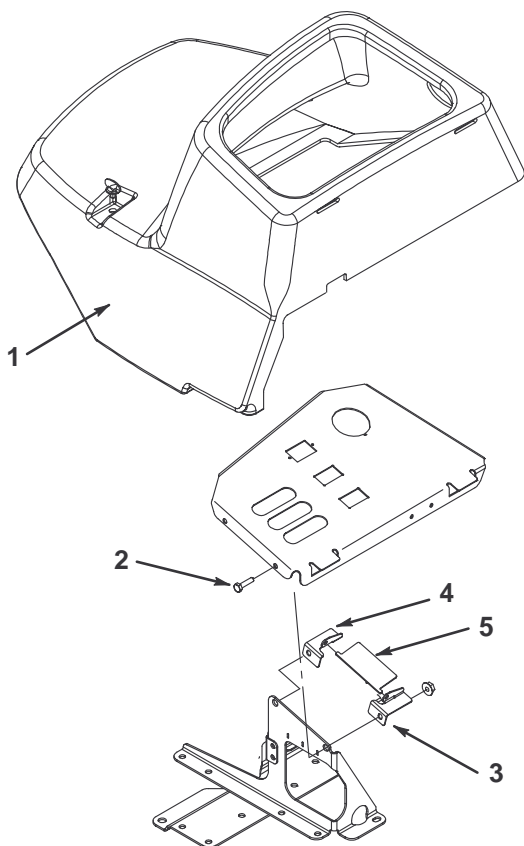

図 1
1. コントロール・パネルのカバーを外す (図1)。
2. コントロール・パネル前部の下のキャップスクリュー (図1) を探す。
3. 昇降レバー用のスロットを通して、キャップスクリューに左ラッチ・ブラケットを通し、フランジ・ナット (1/4-20) で仮止めする (図1)。
4. 同様にして、右ラッチ・ブラケットを通し、フランジ・ナット (1/4-20) で仮止めする (図1)。
5. ラッチ両側についている耳を左右のブラケットに通す (図1)。